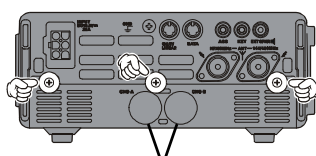

Fig. 2 Plastic Cap
5. Dal coperchio posteriore, togliete il cappuccio di plastica identificato dalla stessa lettera del vano batteria impegnato ("A" o "B"), ruotandolo in modo che la tacca sia allineata con la fessura nel coperchio (fig. 2).